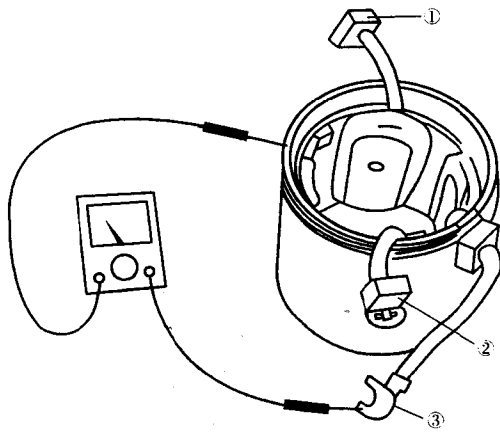

图 1-12 起动机的搭铁检测
• 搭铁检测。如图 1-12 所示,万用表一侧与绕组一端相连,另一侧搭铁,电阻值应无穷大,否则绝缘不良,应更换。